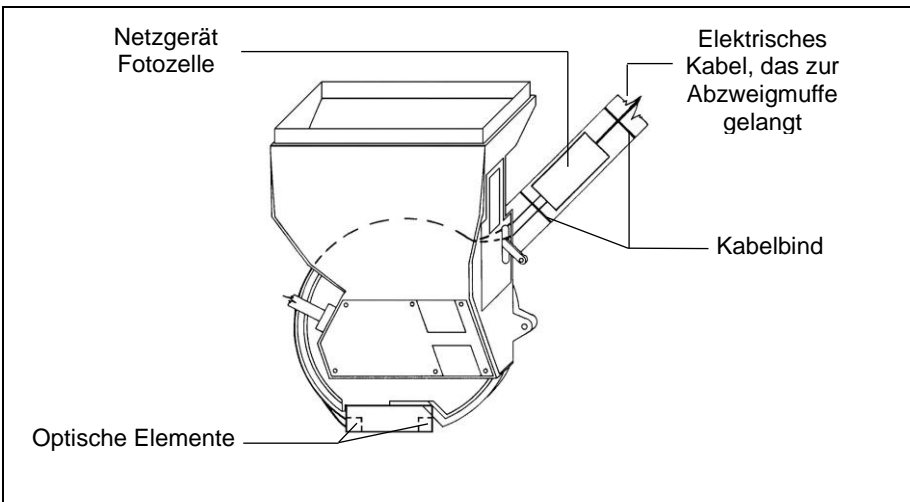

Abbildung 6. Beispiel für die Installation einer Fozozelle
- Wenn die Sämaschine unten angebrachte Ausbringelemente hat, und der Samen direkt von der Säscheibe aus auf den Boden fällt, müssen die anzubringenden Fotozellen mit dem Typ der Sämaschine übereinstimmen und direkt an den Ausbringelementen befestigt werden (Abbildung 6), wobei die im technischen Datenblatt im Anhang zu diesem Handbuch angegebenen Anweisungen beachtet werden müssen (**N.B.:** Das technische Datenblatt ist spezifisch für die Marke und das Modell der verwendeten Sämaschine.).